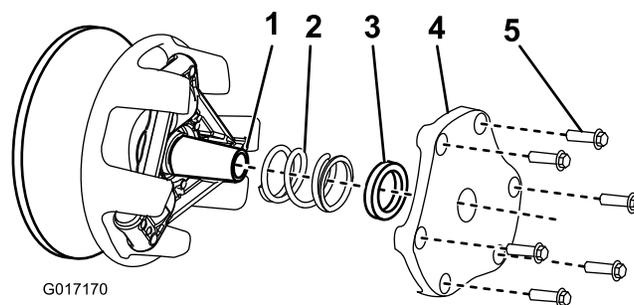

Figure 34
3. Retirez les 6 boulons à tête-embase qui fixent le couvercle de l'embrayage. Mettez le couvercle, l'entretoise et le ressort de côté (Figure 34).